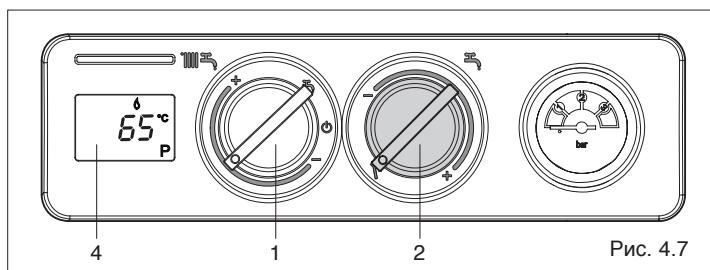

Рис. 4.7
- **Режим газоанализа:** при повороте ручки регулирования температуры горячей воды (2, Рис. 4.7) на символ активируется функция газоанализа, на дисплее (4, Рис. 4.7) загорится символ . При повороте переключателя режимов работы (1, Рис. 4.7) на максимум (конец шкалы – символ ) горелка перейдёт на максимальную мощность, включится циркуляционный насос системы отопления, а котёл (если он был погашен) разожжётся и будет работать 10 минут. При повороте переключателя режимов работы на минимум (конец шкалы – символ ) горелка перейдёт на минимальную мощность. По истечении заданного времени система выключится. Для того чтобы возобновить нормальную работу, или прервать данную функцию, снова установите ручку (2, Рис. 4.7) на нужное значение температуры.